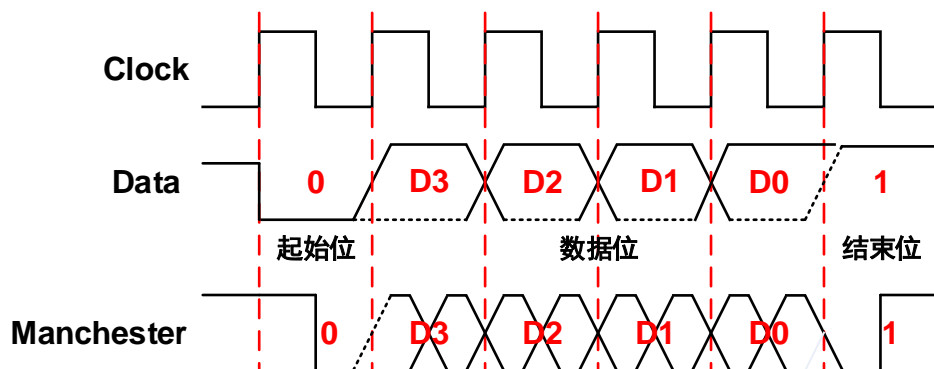

图 3 选做功能波形
- 3) 给串行数据增加起始位和结束位，其中起始位为“0”，结束位为“1”，起始和结束位同样要编码成曼切斯特码，波形图参看图 3（选作）